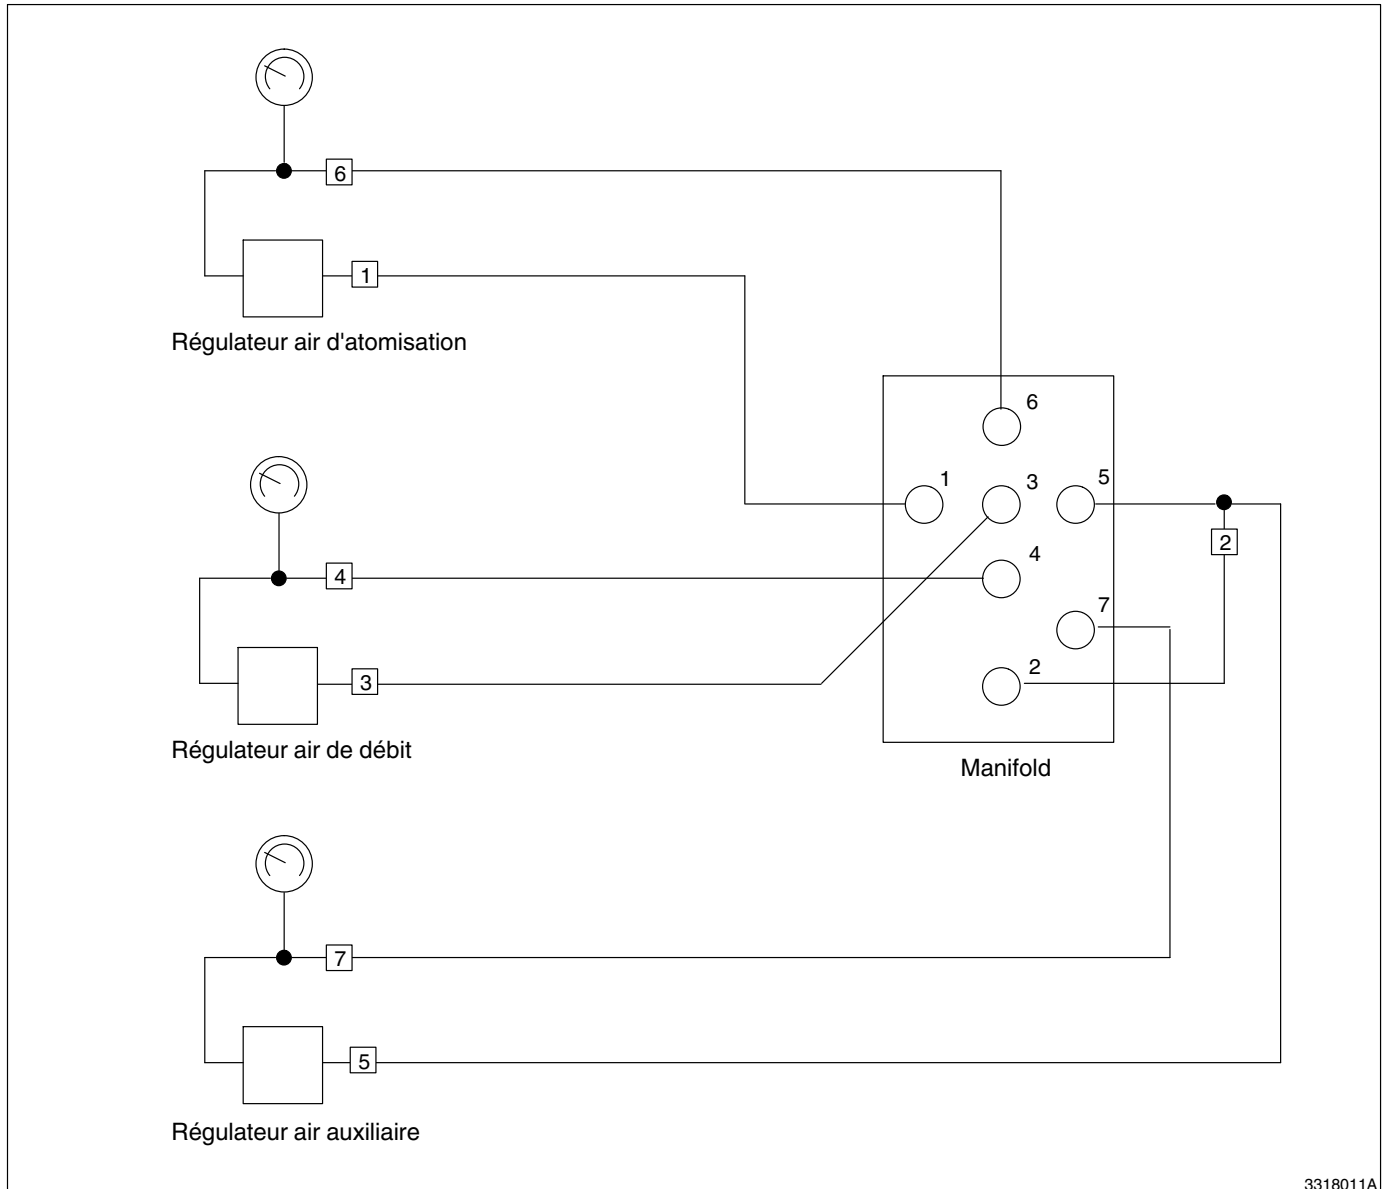

Fig. 5-4 Schéma des tuyaux d'air
2. Enlever l'écrou (3) et le support de fixation (4). Retirer du panneau avant le manomètre (8) et le joint (9).
6. Enrouler du ruban PTFE autour des filetages de la dérivation en T et l'installer dans le manchon. Relier à nouveau le tuyau à la dérivation en T. Cf. schéma des tuyaux, Figure 5-4.
2. Enlever la bague de retenue moletée (10) fixant le régulateur au panneau.
3. Retirer du panneau le régulateur (6) et le joint (7). Retirer du régulateur les raccords coudés.
6. Relier les tuyaux d'air aux raccords coudés. Cf. schéma des tuyaux d'air, Figure 5-4.
2. Retirer le pilote et le joint (5) du manifold (1).
3. Retirer les raccords droits de 6 mm (2) des orifices 2, 4 et 6 du manifold.
4. Introduire une tige de laiton ou une goupille en bois dans les orifices ouverts et pousser les vannes à tiroir (4) hors du manifold. Retirer les ressorts (3). De nouveaux ressorts sont fournis avec les vannes neuves.
8. Relier à nouveau le tuyau d'air aux raccords. Se reporter au schéma des tuyaux, Figure 5-4.